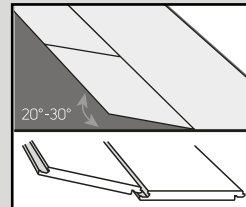
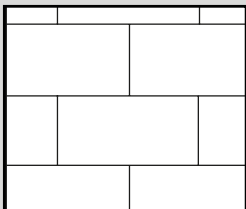
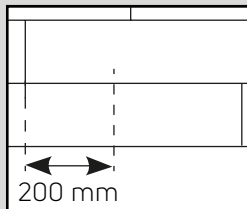

Fig. 3
Fig. 3a
Fig. 3b
4. Beginnen Sie die zweite Reihe, indem Sie Feder und Nut ineinander klicken lassen – halten Sie hierzu die Fliese oder Diele in einem Winkel von etwa 30° und drücken Sie die Fliese oder Diele fest in die Nut der ersten Reihe. Verlegen Sie jetzt die nächste Diele/Fliese, indem Sie Feder und Nut der kurzen Seite zusammenfügen. Fügen Sie nun Feder und Nut der langen Seite zusammen, indem Sie die Dielen/Fliesen zusammen anwinkeln (Abb. 3). Fliesen und Dielen sollten „versetzt“ verlegt werden, sodass niemals vier Ecken aufeinandertreffen (Abb. 3a und Abb. 3b).